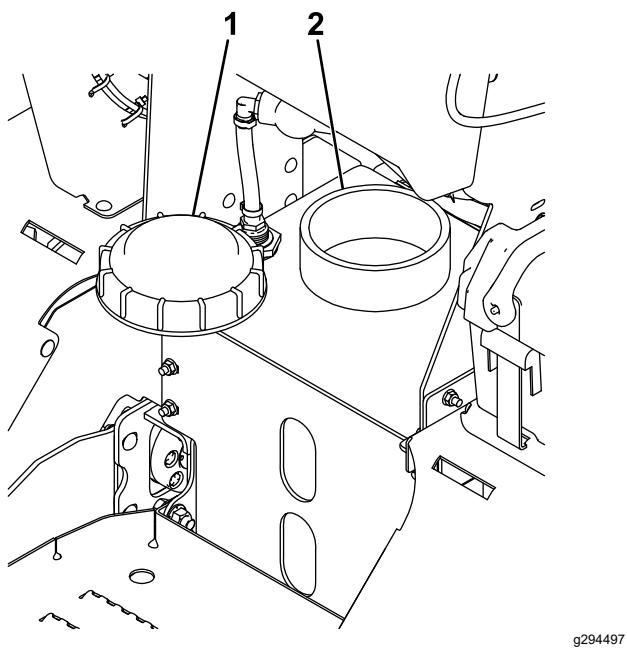

Figure 13
1. Nettoyez la surface autour du bouchon de la cuve (Figure 13).